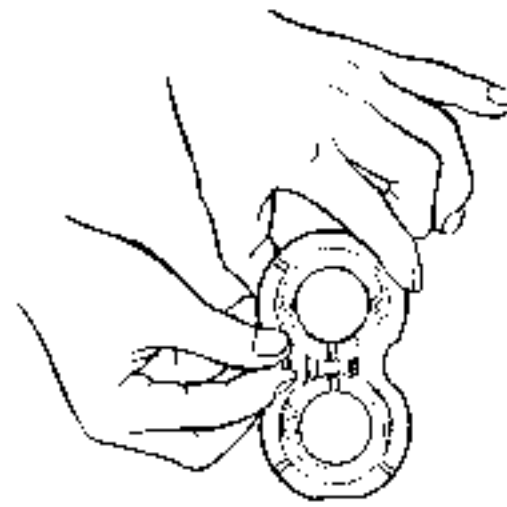

Fig. 19
5. With a small amount of grease applied, insert pocket seals ⑬ (segments of O100 to O145 O-rings with a line diameter of 3.1 mm cut to a length of approx. 6 mm (0.24 in.)) into the two grooves in the back surface of side plate ④. (Fig. 19)
5. サイドプレート(4)の裏面中央の2個の溝穴に、ポケットシール(13)か(O100~O145のOリングを線径φ3.1を約6mmの長さに取り切ったもの)をグリスを少量塗布して差し込む。(Fig. 19)